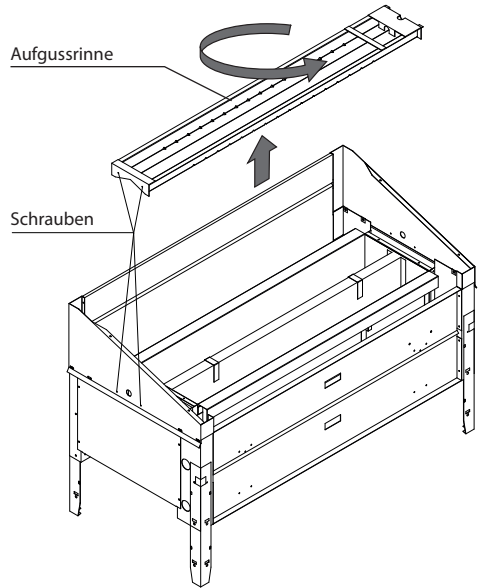

Abb. 5
- Lösen Sie 4 Schrauben an Stirnseiten (siehe Abb. 5)